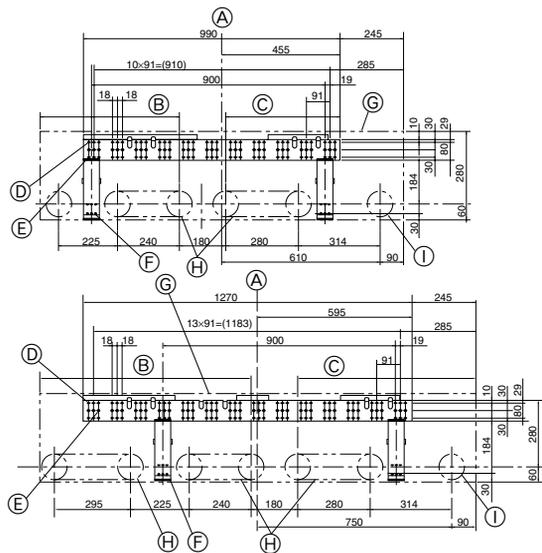

Fig. 3-2
①	Soporte de fijación en la pared	1	Fijado a la parte trasera de la unidad
②	Tornillo roscado 4 × 35	12	Dentro de la unidad
③	Material aislante	2
④	Brida	4 (grande) + 3 (pequeña)
⑤	Cinta de fieltro	3
⑥	Casquillo de drenaje	1
⑦	Control remote inalámbrico	1
⑧	Soporte para el control remoto	1
⑨	Pilas alcalinas	2
⑩	Tuerca abocardada	RP100 RP60, 71 P60-100
3.2. Instalación del soporte de montaje en la pared (Fig. 3-2)